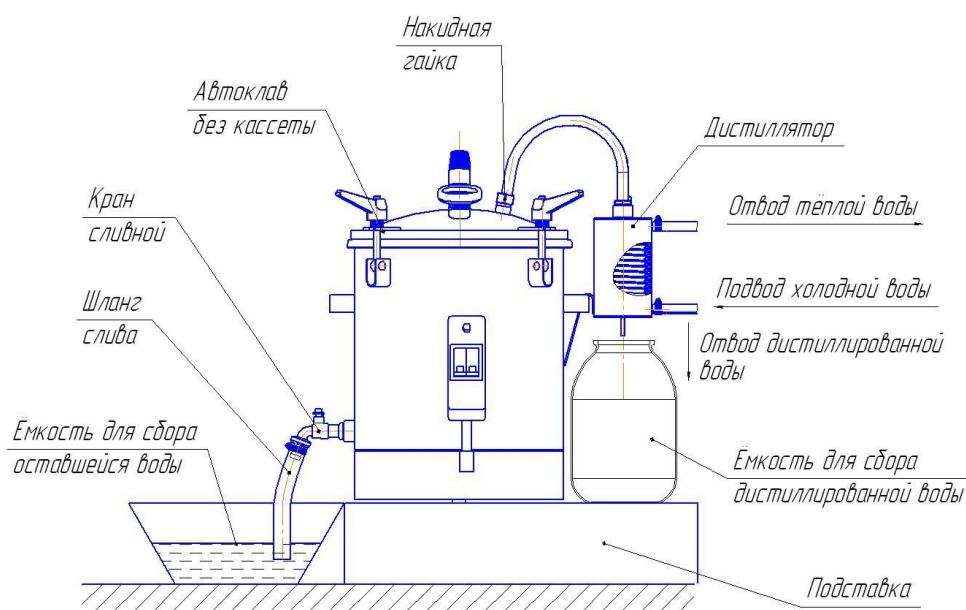

Рис. 4 Автоклав в сборе с дистиллятором
6.11. При появлении пара из конца отводящей трубы открыть водопроводный кран и заполнить рубашку конденсатора водой до выхода её из сливной трубы (рис. 4).
6.12. При появлении первых капель дистиллированной воды из отводящей трубы (рис. 4) отрегулировать расход воды через конденсатор так, чтобы из отводящей трубы не выходил пар. Поддерживать постоянную температуру воды в корпусе автоклава с помощью выключения и включения ТЭНа.
6.13. При получении необходимого количества дистиллированной воды необходимо отключить автоклав переключив рычажок 2 в положение "Выкл.", и дождаться прекращения процесса кипения в автоклаве. При этом перестает капать вода из отводящей трубы (рис. 4).